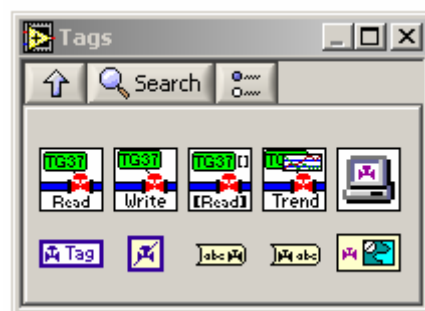

Figura 1-6:
- En la pestaña **Variables** del objeto TAB Control se visualiza la consigna del motor y la velocidad que este tiene. Estos dos objetos son visibles a todos los usuarios del sistema SCADA. Para desarrollar el código de lectura y escritura en las TAGS se debe usar los VIs de la librería de LV/DSC (ver Figura 1-6)